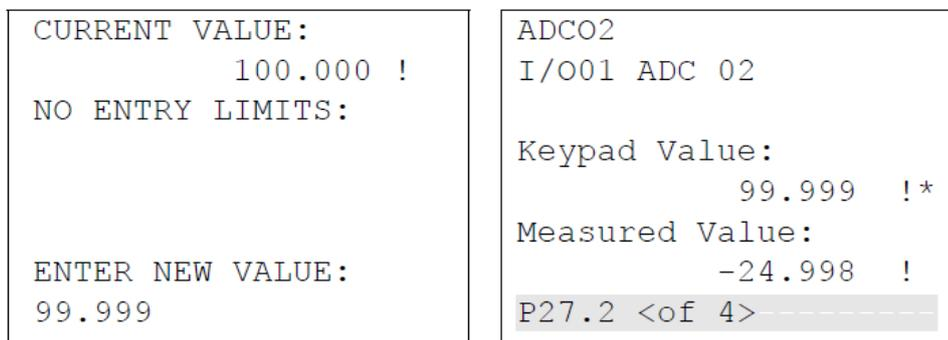

Figura 5-13. Alterando um Valor de Exibição.
3. Insira o novo valor (neste exemplo, **99.999**). Ele aparece no display como mostrado na tela do lado esquerdo da *Figura 5-13*.
4. Pressione Voltar. O S600+ aceita o novo valor e o exibe como mostrado na tela da direita da *Figura 5-13*.